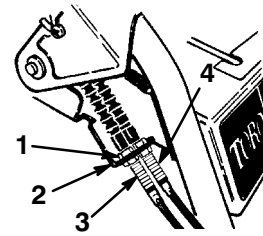

Figure 28
1. Desserrez l'écrou de blocage supérieur qui fixe le câble de traction au support de montage (Fig. 28).
2. Tournez l'écrou de blocage inférieur pour augmenter la tension de la courroie (Fig. 28).
- A. Desserrez l'écrou de blocage supérieur qui fixe le câble de tarière/roue hélice au support de montage (Fig. 28).
- Sur le câble de commande qui correspond à la courroie usagée, desserrez les écrous de blocage qui fixent le câble au support (Fig. 28).